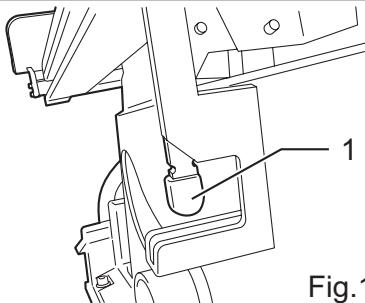
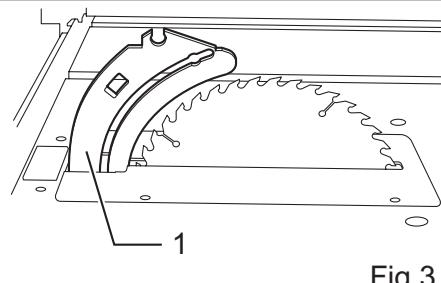
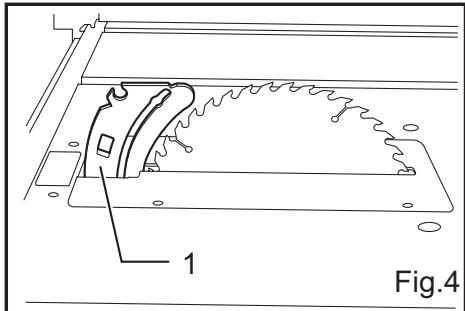

Fig.1
Fig.3
Fig.4
1. Repérez le levier de dégagement du couteau diviseur/séparateur situé à l'arrière de la scie circulaire à table (figure 1).
- 3. Lorsque le levier de dégagement est tiré, déplacez manuellement le couteau diviseur/séparateur vers le haut ou vers le bas jusqu'à la position souhaitée. Une fois que le couteau diviseur/séparateur est mobile, dégarez le levier et continuez à déplacer le couteau diviseur/séparateur jusqu'à la prochaine configuration et il se verrouillera automatiquement en position. Il est possible de verrouiller le couteau diviseur/séparateur à trois positions (figures 3 à 5 ci-dessus).
Il est possible de préparer le couteau diviseur/séparateur à l'installation des protecteurs en le positionnant à la hauteur ajustable maximale (figure 3). À cette position, on soulève le dispositif au-dessus de la lame de manière à ce que le protecteur puisse être installé et rendu opérationnel. Assurez-vous que le levier de dégagement situé à l'arrière de la scie circulaire à table soit retourné à la position (figure 1). Avant d'installer le protecteur, assurez-vous de vérifier si le couteau diviseur/séparateur se trouve en position verrouillée en tirant et en poussant sur le dispositif afin de vérifier qu'il ne bouge pas.
Il est possible de verrouiller le couteau diviseur/séparateur à une hauteur tout juste au-dessus de la partie supérieure de la lame (figure 4). Généralement, on utilise cette position pour effectuer un sciage partiel sans le protecteur, par exemple pour la découpe d'une feuillure ou d'une rainure. Assurez-vous que le levier de dégagement situé à l'arrière de la scie circulaire à table soit retourné à la position (figure 1). Avant d'utiliser l'outil, assurez-vous de vérifier si le couteau diviseur/séparateur se trouve en position verrouillée en tirant et en poussant sur le dispositif afin de s'assurer qu'il ne bouge pas.
1. Déverrouillez la broche du levier de verrouillage du protecteur de lame en soulevant la languette du levier de verrouillage, comme illustré dans la figure 1.
2. Pour une installation facile du protecteur, réglez la scie circulaire à table afin d'obtenir une profondeur de coupe maximale. Lorsque le levier de verrouillage est déverrouillé, comme dans la figure 1, positionnez la rainure centrale de la broche du levier de verrouillage dans l'encoche du couteau diviseur/séparateur, comme illustré dans la figure 2.
1. Déverrouillez la broche du levier de verrouillage du protecteur latéral en soulevant la languette du levier de verrouillage, comme illustré dans la figure 1.